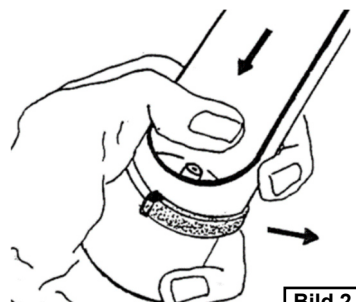

Bild 2
1. Düse (11) abschrauben und Auslaßventil (15) aus schwarzem Gummi vorsichtig abziehen.
2. Muffe vom Ventilhalter (19) kräftig nach vorn drücken und gleichzeitig den roten Spreizring (12) in seitlicher Richtung abziehen (Bild 2).